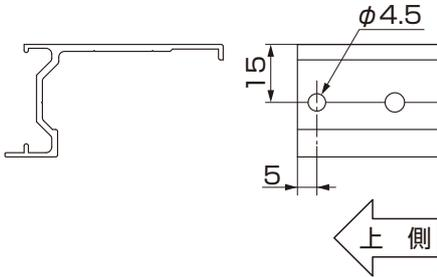
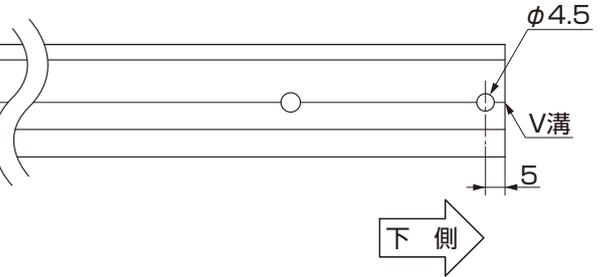

図5-5 上側端部に取付ける場合
図5-6 下側端部に取付ける場合
①図5-5、図5-6を参照して取付け部材を加工してください。
- キャップの取付けは、パネルの上側または下側端部を、他の部材へ突当てて施工する場合を除いて必ず行なう作業になります。(図5-5、図5-6参照)